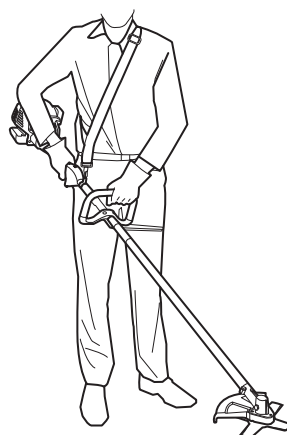

Fig. 17
- > Ajustez la longueur de la bandoulière [10] de sorte que le crochet se trouve à environ 15 centimètres au-dessous de votre taille et que l'accessoire de coupe soit parallèle à la terre (Fig. 17).